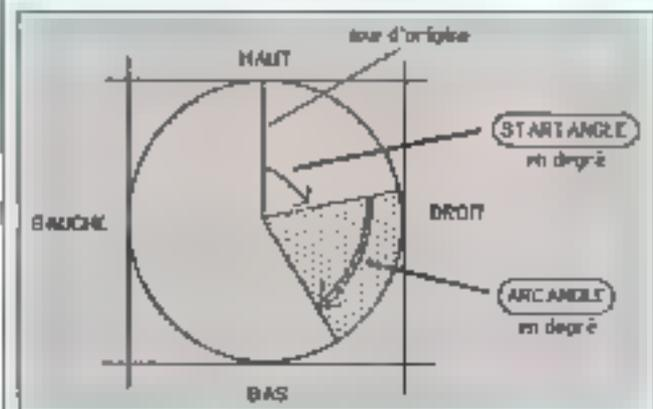

Fig. 9. - Indication de rôle de chaque paramètre de la fonction FILARC.
- CALL FILARC(VARPTR(Cadre\$(0)), STARTANGLE, ARCANGLE VARPTR(MOTIF(0))) (fig. 9)